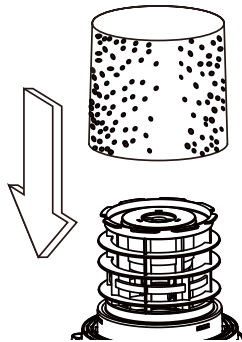

Fig. 11
22. Deslice el filtro de espuma para aspirar en mojado 15 sobre el habitáculo del filtro, asegurándose de que el habitáculo quede totalmente cubierto. **Fig. 11.**